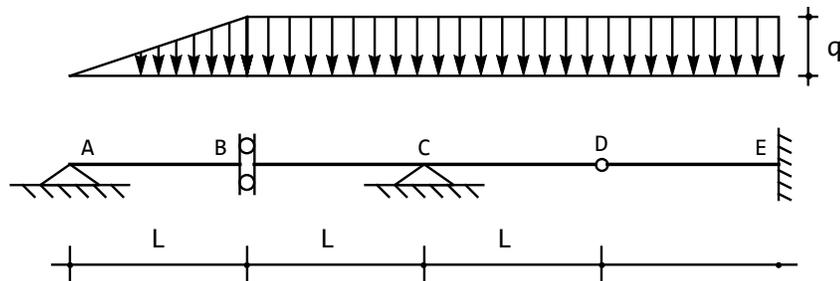

Figura 30: Lo schema strutturale
1. Si calcolino, si disegnino e si commentino i diagrammi di momenti e tagli per la trave di Figura 30